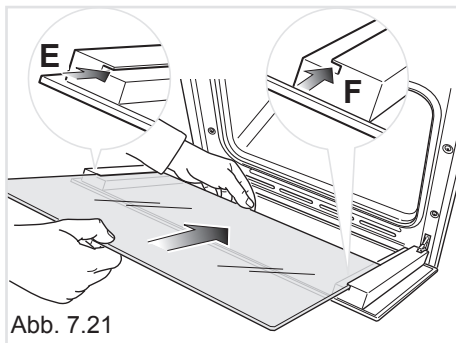
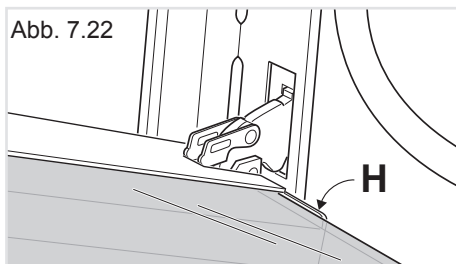

Abb. 7.21
Abb. 7.22
- Das Glas in die Schienen **"E"** und **"F"** stecken (Abb. 7.21) und vorsichtig bis zum Anschlag **"H"** hineinschieben (Abb. 7.22).